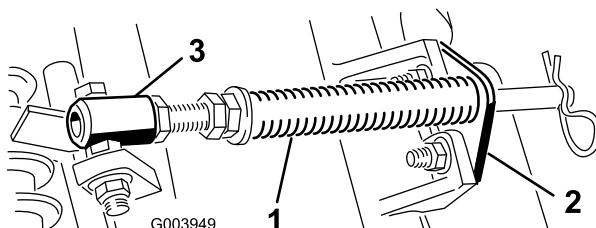

Figura 5
- Retire los 2 pernos de cuello cuadrado y las tuercas que sujetan el soporte de la varilla a las pestañas de la unidad de corte (Figura 5).
- Retire la tuerca con arandela prensada que fija el perno del tubo del muelle a la pestaña del bastidor de tiro (Figura 5). Retire el conjunto.